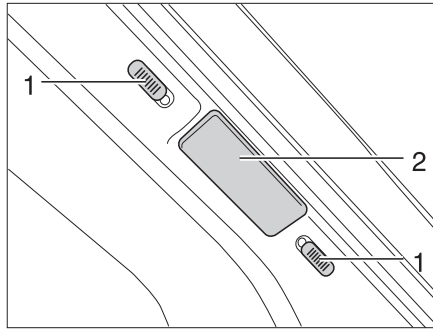
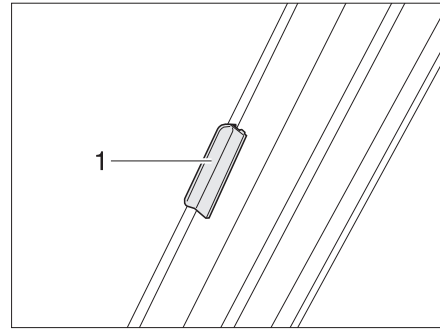

Fig. 24 Dispositivo di bloccaggio per la tendina oscurante pieghevole del parabrezza
Fig. 25 Dispositivo di bloccaggio per la tendina oscurante pieghevole del parabrezza (Modello I)
- Tirare verso l'esterno le due metà della tendina oscurante pieghevole del parabrezza per la maniglia (Fig. 24,2 e Fig. 25,1) fino all'arresto.
- Spingere i bottoni di bloccaggio (Fig. 24,1) verso il basso o verso l'alto. Quando il punto rosso è visibile, il bloccaggio è aperto.